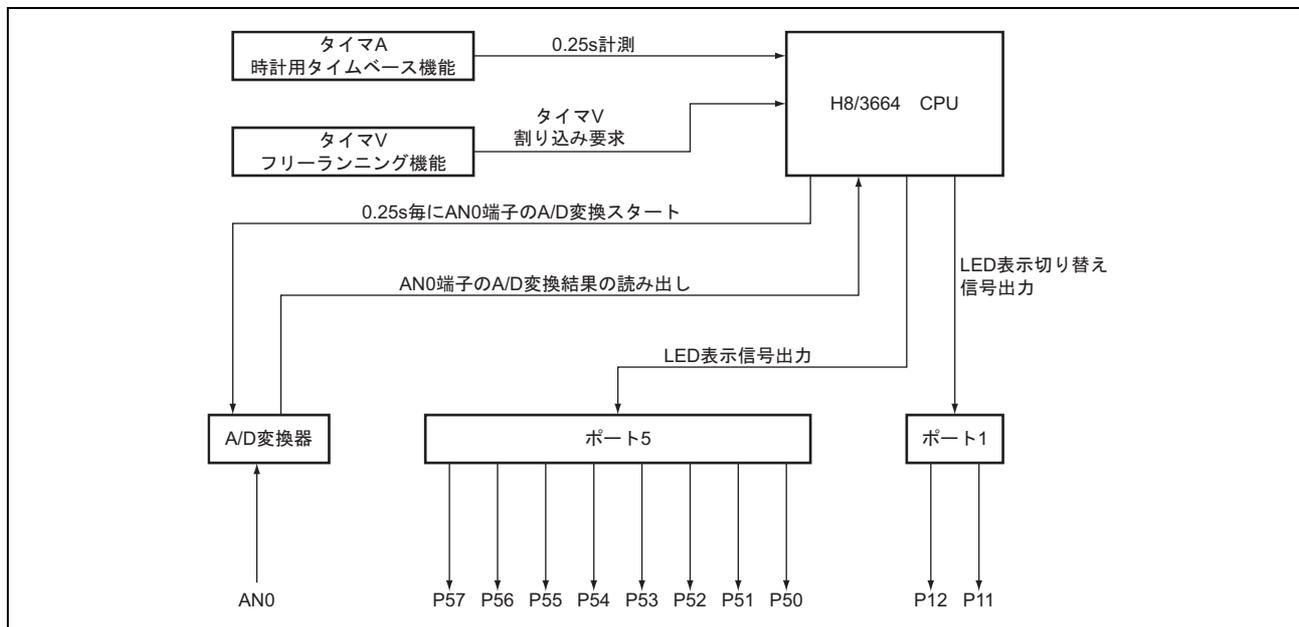

図 2.1 使用機能ブロック図
1. 図 2.1 に本タスク例における H8/3664 の使用機能のブロック図を、表 2.1 に機能割り付けを示します。